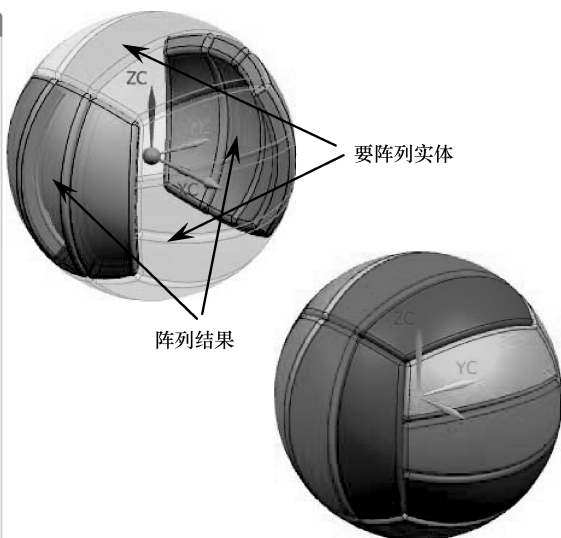

图 4-72 创建阵列
- 18 阵列实例几何体。在菜单栏中执行【插入】|【关联复制】|【阵列几何特征】命令，弹出【阵列几何特征】对话框，设置类型为【旋转】，选取上、下面共6个实体，指定矢量和轴点，设置旋转参数，单击【确定】按钮，结果如图4-72所示。